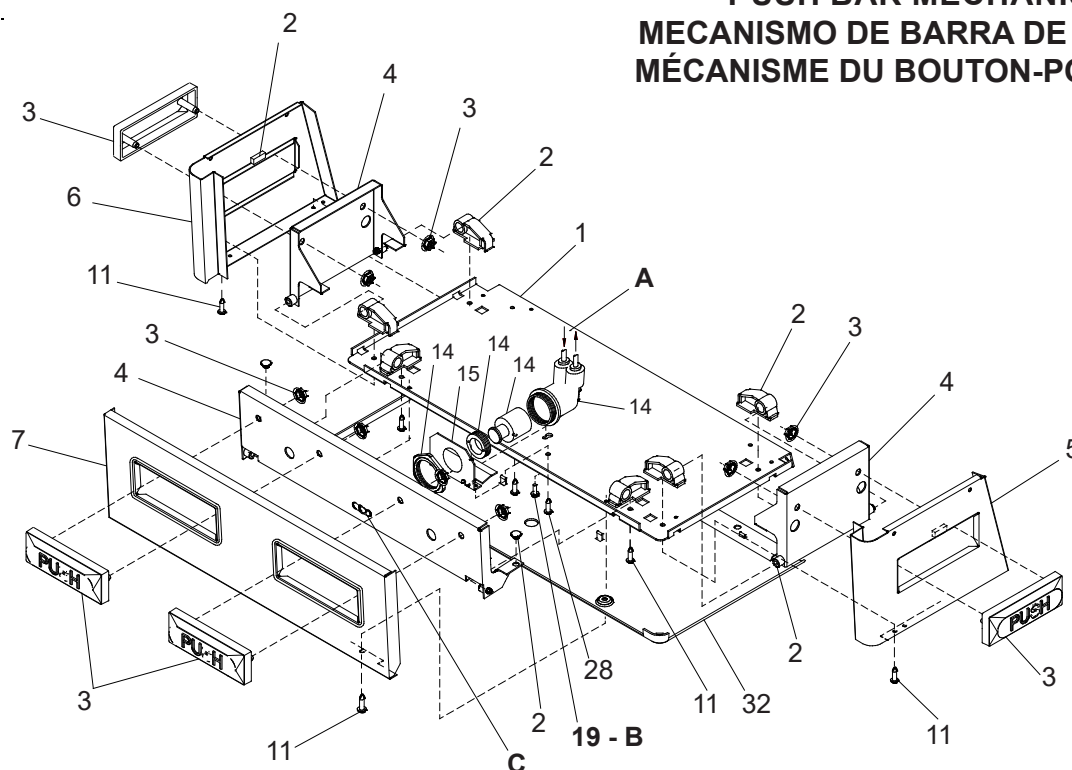

FIG. 6
- 8) Stream height is factory set at 35 PSI. If supply pressure varies greatly from this, adjust screw, accessible by removing front push panel (Item 7, Fig. 6). CW adjustment will raise stream and CCW adjustment will lower stream. For best adjustment, stream should hit basin approximately 6-1/2" (165mm) from bubbler.
- 9) Replace the front panel and secure by retightening four (4) screws.
- 8) Le niveau d'écoulement est réglé en usine à 35 PSI. Si la pression varie beaucoup de ce point, ajustez la vis que l'on peut atteindre en retirant le panneau avant (article 7, fig.6). Si vous ajustez dans le sens des aiguilles d'une montre, le jet augmentera et dans le sens contraire, le jet diminuera. Le meilleur ajustement est lorsque le jet frappe le bassin à environ 6-1/2" (165mm) du barboteur.
- 9) Remplacez le panneau avant et fixez le en place en resserrant les quatre (4) vis.